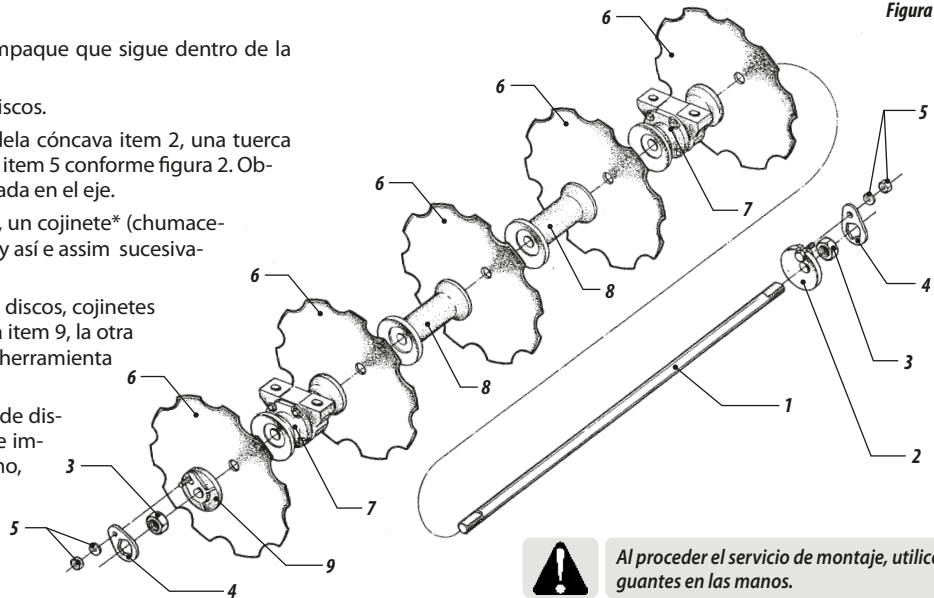

Figura 2
- 03 - Poner en el eje item 1, figura 2 la arandela cóncava item 2, una tuerca item 3, la traba item 4, y fijar con la tuerca item 5 conforme figura 2. Observar que la tuerca quede totalmente fijada en el eje.
- 04 - Colocar en el eje item 1, un disco item 6, un cojinete* (chumaceira) item 7, otro disco, el separador item 8 y así e assim sucesivamente conforme figura 2.
- 05 - Con el conjunto completo, con todos los discos, cojinetes y separadores, poner la arandela convexa item 9, la otra tuerca item 3, y aplicar un apriete con herramienta hasta ajustar todo el conjunto.
- 06 - Enseguida, sujetar (prender) el conjunto de discos y apretar la tuerca item 3, a través de impactos. Al llegar cerca del apriete máximo, ajustar la traba item 4 con la arandela convexa, siempre apretando la tuerca hasta coincidir con el agujero y fijarla a través de la tuerca item 5.